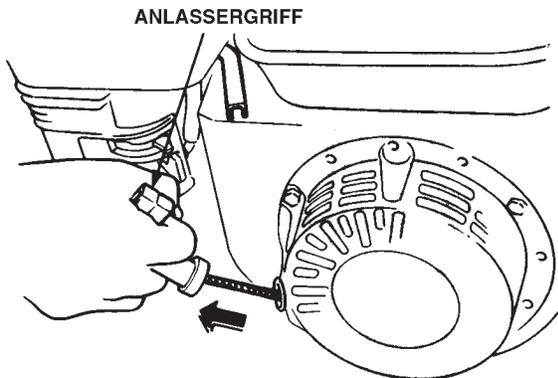

Abbildung 13. Anlassergriff
- Den Anlassergriff (Abbildung 13) langsam herausziehen. An einer bestimmten Stelle, die dem Kompressionspunkt entspricht, wird der Widerstand am stärksten. Den Anlassergriff kräftig und schnell ziehen, um den Motor anzulassen.